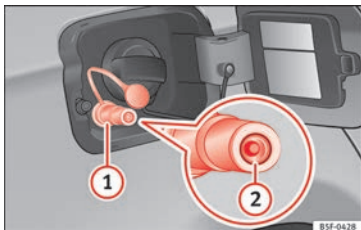

Fig. 234 Trappe à carburant ouverte : goulot de remplissage de gaz (1), serrure du goulot de remplissage (2).
- Enlevez le bouchon du goulot de remplissage de gaz » fig. 234 (1).